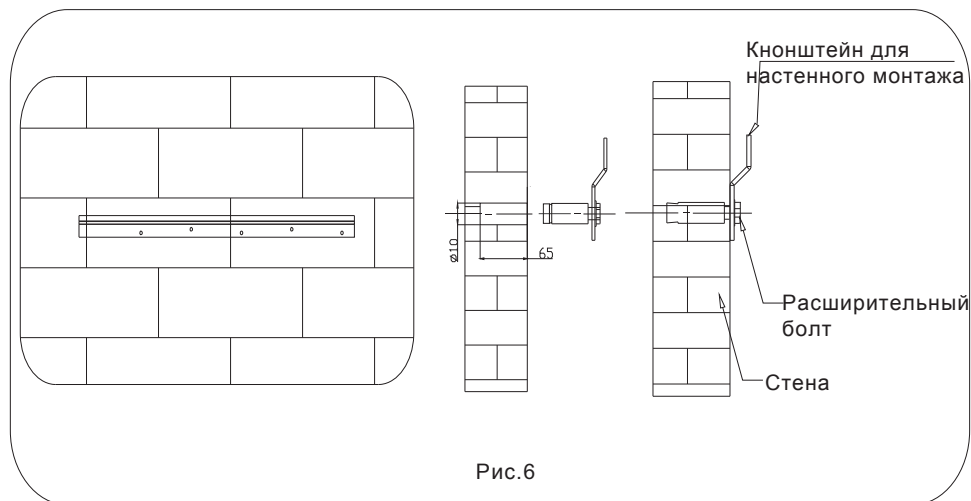

Рис.4
3.6.4 Гигростат расположен следующим образом: (Рис.4):